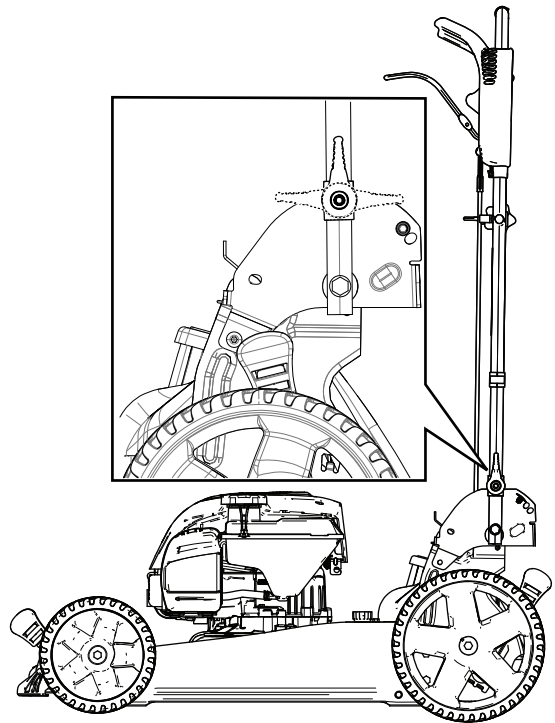

Bild 20
3. Klappen Sie den Holm nach vorne entweder in die aufrechte Stellung oder in die ganz nach vorne geklappte Stellung, wie in Bild 20 abgebildet.